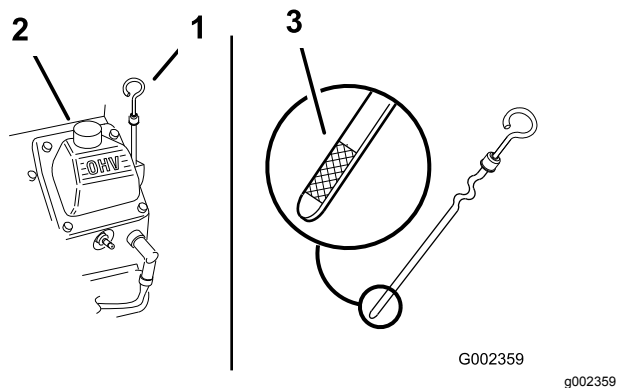

Рисунок 45
2. Очистите поверхность вокруг масломерного щупа (Рисунок 45), чтобы загрязнения не
3. Извлеките масломерный щуп, дочиста вытрите его, а затем снова вставьте до упора (Рисунок 45).
4. Выньте щуп и проверьте уровень масла. Уровень масла должен находиться между отметками «F» (полный) и «L» (низкий) на масломерном щупе (Рисунок 45).
5. Если уровень масла ниже метки «L» (низкий), снимите крышку заливной горловины (Рисунок 45) и добавляйте масло указанного типа, пока его уровень не достигнет отметки «F» (Полный) на щупе.